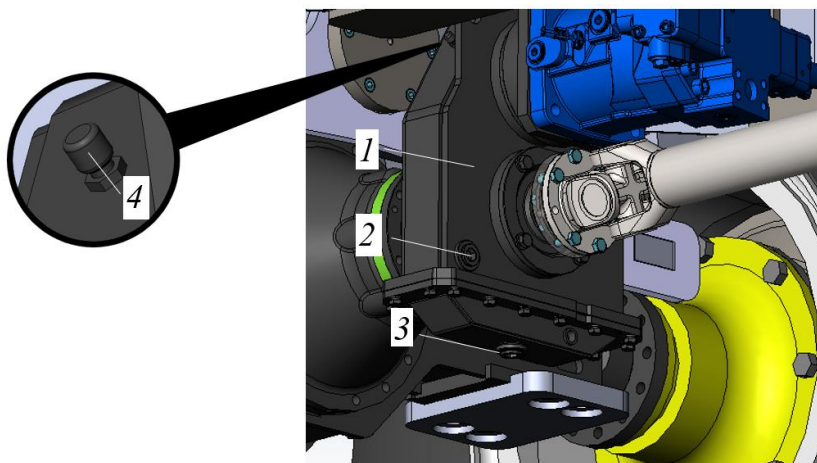

Рисунок 5.61. Раздаточная коробка передач (процедура замены масла)
Пробка для слива масла расположена в самой нижней точке, см. поз. 3, рис. 5.61.
- Ослабить наливную пробку 2, выкрутив ее на несколько оборотов рис. 5.61.